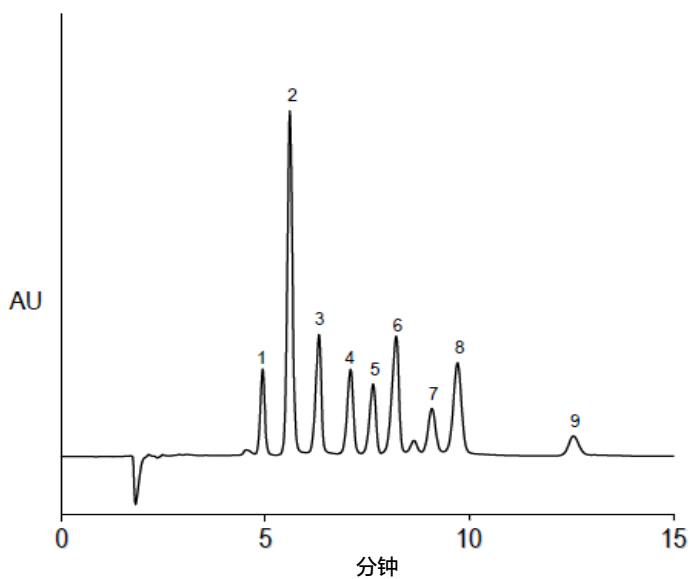
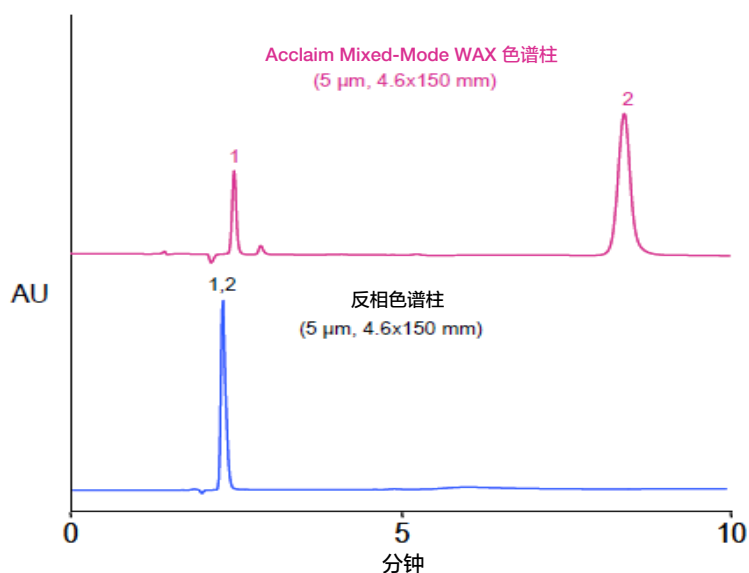

图5. 单价羧酸的分离
图7. 奎宁酸和酒石酸的分离
- 1) 亲水性有机酸的分离。（图 5 参见页面 15，图 6 参见页面 16，图 7 参见页面 17）